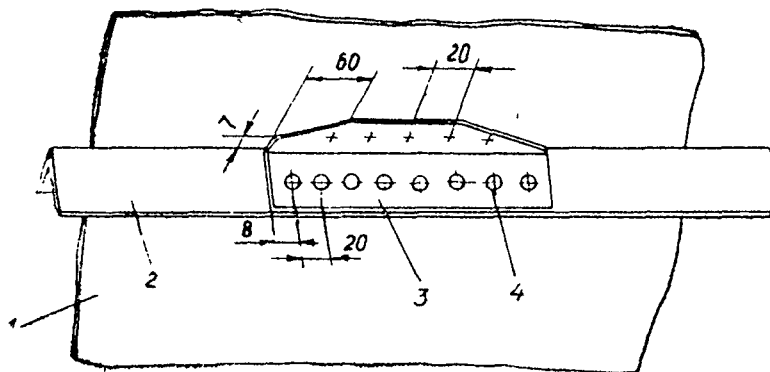

Рис. 4.14. Ремонт стрингеров гондолы:
13. Участок стрингера со значительными повреждениями по длине удалите, установите вкладыш из того же профиля, что и стрингер, подторщуйте края и соедините его с основным стрингером стыковыми угольниками (рис. 4.14). Количество и диаметр заклепок, расположенных по одну сторону стыка, указано на рис. 4.14 и определяется из условия равнопрочности шва. При повреждении нескольких стрингеров в одной зоне места стыка стрингеров следует разнести во избежание попадания двух стыков в одно сечение.